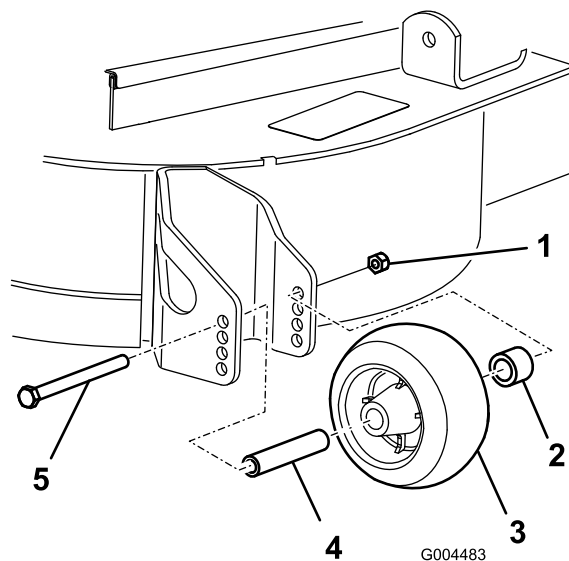

Figura 25
- Dopo avere regolato l'altezza di taglio, regolate i rulli togliendo il dado flangiato, la boccola, il distanziale ed il bullone (Figura 25).
- Montate il dado flangiato, la boccola, il distanziale ed il bullone. Serrate a 54-61 Nm (Figura 25).